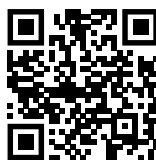

Fig. 155
- ▶ Zaženite aplikacijo Liebherr SmartMonitoring Dashboard. (glejte Fig. 155)